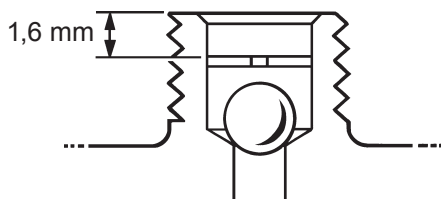

Fig. 3
- Dévisser le couvercle (1) du corps.
- Détacher le flotteur (4) du levier puis enlever le mécanisme en dévissant les vis (8).
- Remplacer le clapet (5).
- Le clapet anti-retour doit être monté dans le trou de sortie et il est maintenu par un circlip, lequel est fixé à 1,6 mm en dessous de la surface de sortie de l'éliminateur comme représenté sur la fig. 3.